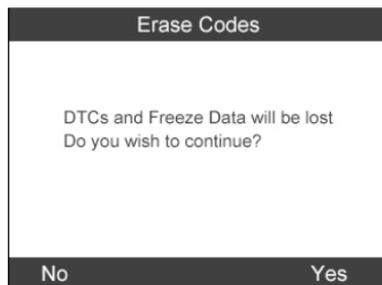

Figura 4.28
- 2) Lo strumento visualizza una schermata di avvertenza da confermare. Selezionare "**Sì**" per proseguire, "**No**" per uscire. (Figura 4.28)